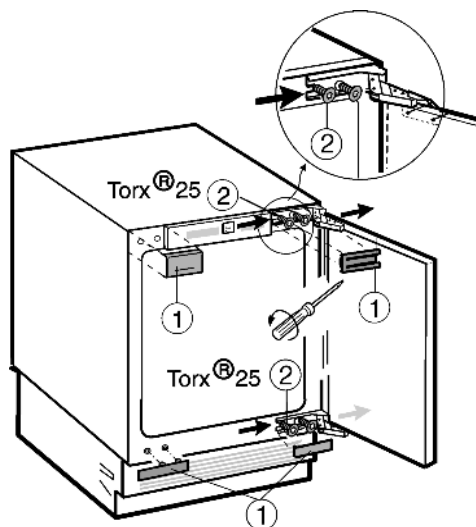

Fig. 2
▶ Снимите закрывающие элементы Fig. 2 (1).
▶ Крепежные винты Fig. 2 (2) только ослабьте.
- ▶ Переставьте нижние и верхние крепежные винты *Fig. 2 (2)* на противоположную сторону.
- ▶ Навесьте дверцу устройства на заранее установленные крепежные винты *Fig. 2 (2)*.
- ▶ Затяните крепежные винты *Fig. 2 (2)* **(с моментом 4 Нм)**.
- ▶ Снова установите закрывающие элементы *Fig. 2 (1)*.